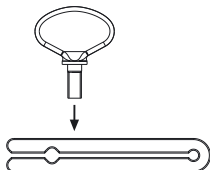

Fig. 16
- Montage de l'auxiliaire d'extraction, voir Fig. 16.